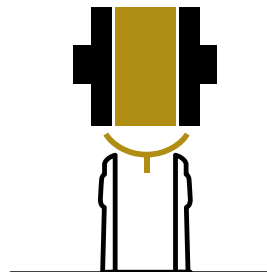

Figure 7
- Afin de minimiser les effets de la modification de la pression interne, qui peuvent provoquer une fuite de vin, il est recommandé de faire l'embouteillage sous vide ou avec injection de CO2. Le CO2 est progressivement absorbé par le vin et finit par créer une petite dépression à l'intérieur de la bouteille. L'embouteillage sous vide ou par injection de CO2 protège mieux le vin contre l'oxydation prématurée et peut aider à la prévention de la multiplication microbienne (**figure 7**);